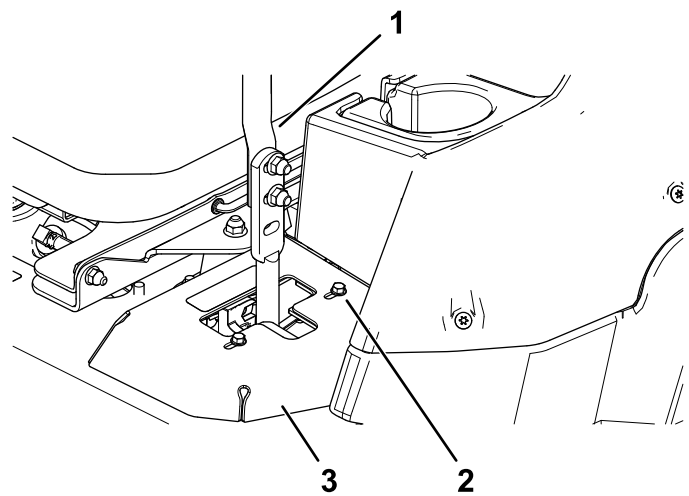

Bild 51
- Wenn die Maschine nach rechts zieht, lösen Sie die Schrauben und versetzen die linke Anschlagplatte am linken T-Schlitz nach hinten, bis die Maschine geradeaus fährt (Bild 51).
- Wenn die Maschine nach links zieht, lösen Sie die Schrauben und versetzen die rechte Anschlagplatte am rechten T-Schlitz nach hinten, bis die Maschine geradeaus fährt (Bild 51).
8. Ziehen Sie die Anschlagplatte fest (Bild 51).